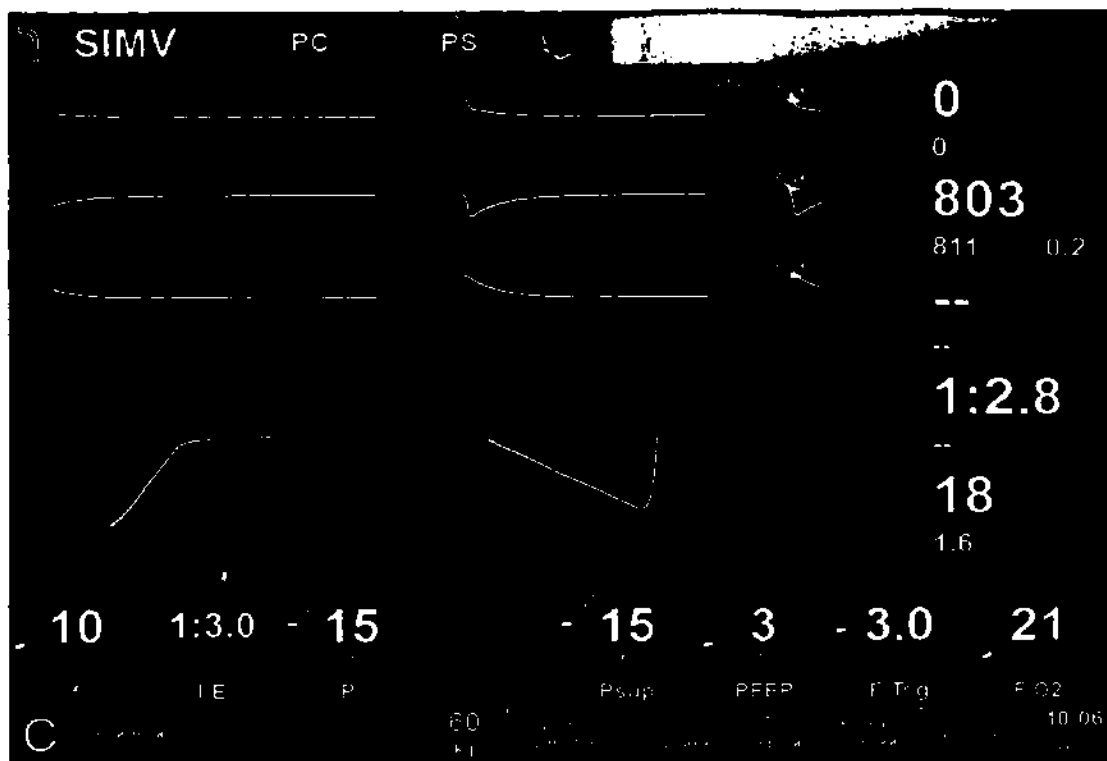

Рисунок 10-16 - «Мультиэкран – кривые, петли»
- Кривые, петли (Рисунок 10-16),